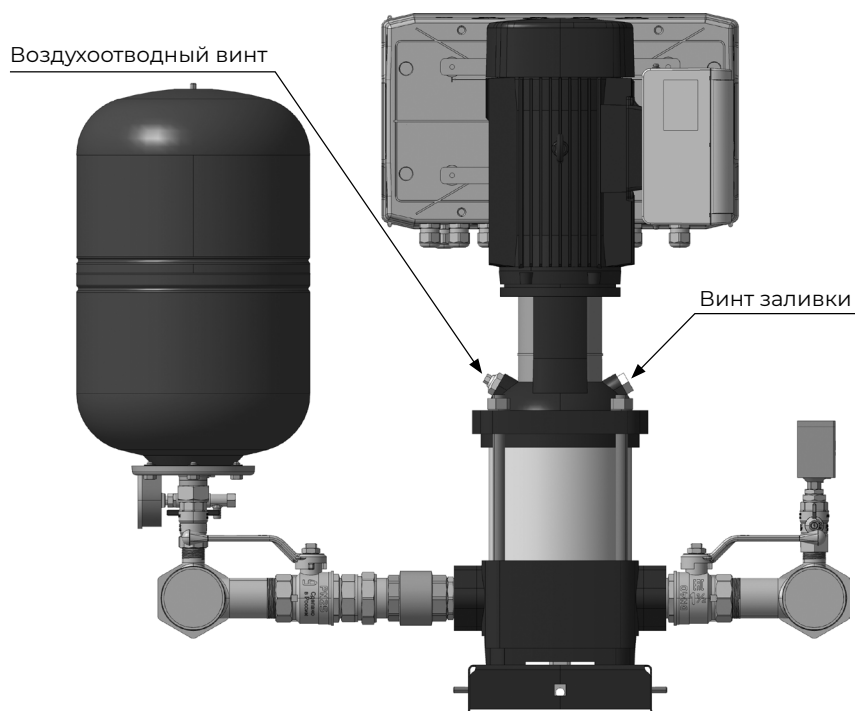

Рис. 11 Пример расположения воздухоотводного винта и винта заливки
4. Закрыть запорную арматуру на напорном трубопроводе. Заполнить перекачиваемой жидкостью все насосы (винт заливки на *рис. 11*) и всасывающий трубопровод. Провернуть вал насоса вручную убедившись, что вал вращается свободно.